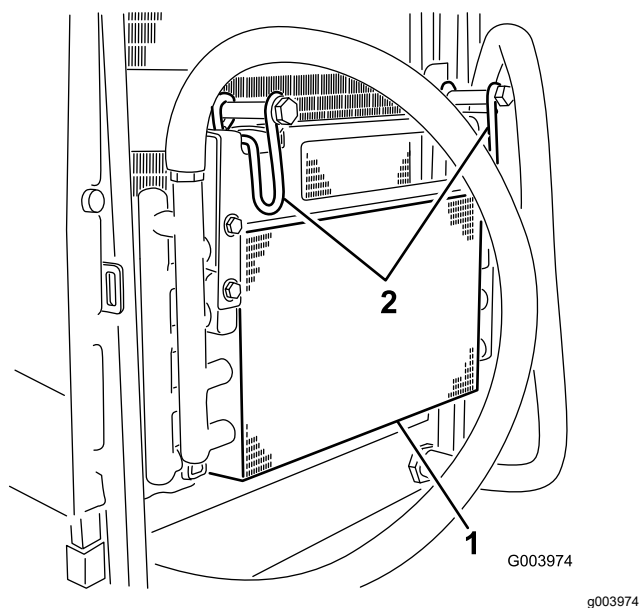

Figure 106
7. Faites tourner les 2 attaches du refroidisseur d'huile vers l'intérieur et basculer le refroidisseur (Figure 106).